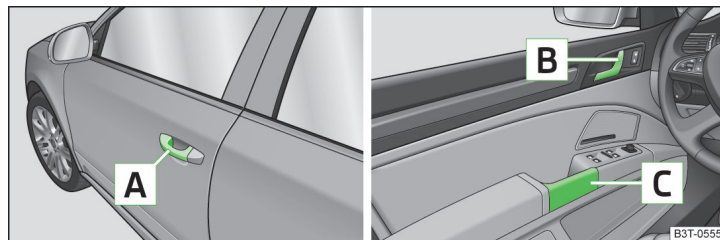

Fig. 33 Tirador/palanca de apertura de la puerta
- Tirar de la manilla de la puerta **A** » fig. 33 correspondiente.